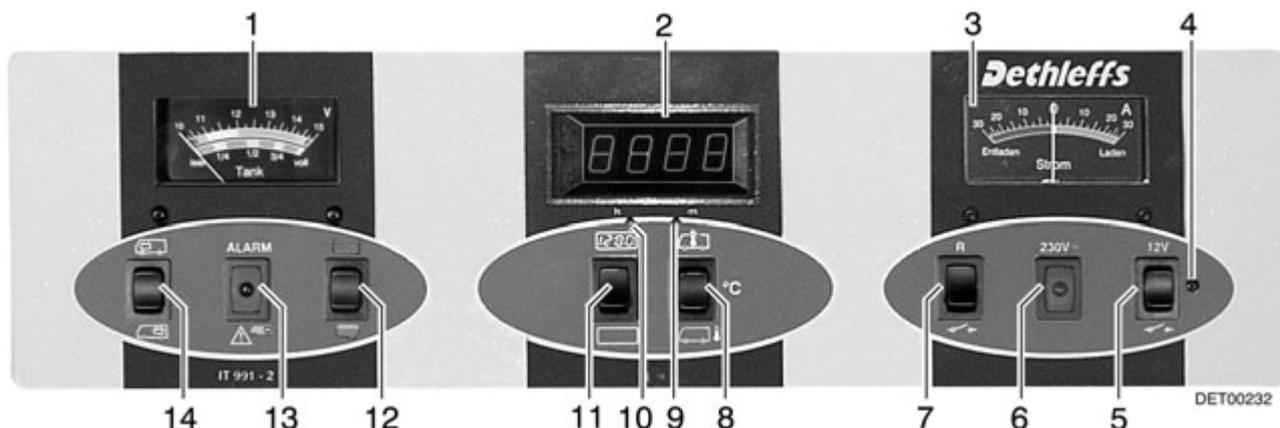

Fig. 116 Panneau de contrôle (variante 2)
Observer sur l'indicateur de charge/de niveau de réservoir (Fig. 116,1), la graduation supérieure. L'indicateur s'éclaire automatiquement dès qu'un commutateur est actionné.
- Commutateur à bascule (Fig. 116,14) vers le haut "🚐" : la tension de la batterie de démarrage est affichée.
- Commutateur à bascule (Fig. 116,14) vers le bas "🚐" : la tension de la batterie de cellule est affichée.
Le voyant rouge ALARME (Fig. 116,13) clignote dès que la charge de la batterie de cellule descend en dessous de 11,0 V et que la batterie risque d'être complètement déchargée.
Observer sur l'indicateur de charge/de niveau de réservoir (Fig. 116,1) la graduation inférieure. L'indicateur s'éclaire automatiquement dès qu'un commutateur est actionné.
- Commutateur à bascule (Fig. 116,12) vers le haut  : le niveau du réservoir d'eau est affiché.
- Commutateur à bascule (Fig. 116,12) vers le bas  : le niveau du réservoir d'eaux usées est affiché.
Cet indicateur (Fig. 116,3) permet de visualiser en permanence le flux de courant actuel de la batterie. L'indicateur s'éclaire automatiquement dès qu'un commutateur est actionné.
L'interrupteur principal 12 V (Fig. 116,5) établit ou coupe l'alimentation 12 V de la cellule.
- Commutateur à bascule (Fig. 116,5) vers le haut "12 V" : l'alimentation 12 V de la cellule est assurée. Le voyant de contrôle vert (Fig. 116,4) s'allume.
- Commutateur à bascule (Fig. 116,5) vers le bas "☐" : l'alimentation 12 V de la cellule est coupée. Le voyant de contrôle (Fig. 116,4) s'éteint.
Le voyant de contrôle 12 V (Fig. 116,4) s'allume dès que l'interrupteur principal 12 V (Fig. 116,5) est enclenché.
Le voyant jaune de contrôle 230 V (Fig. 116,6) s'allume si l'arrivée du bloc électrique est sous tension de réseau.
- Commutateur à bascule (Fig. 116,11) vers le haut "12:00" : l'affichage de l'horloge numérique est activé. L'affichage de température est en ordre de marche.
- Commutateur à bascule (Fig. 116,11) vers le bas "☐" : l'affichage de l'horloge numérique et l'affichage de température sont désactivés.
- Appuyer avec un objet fin, p. ex. l'extrémité d'un stylo à bille, sur l'orifice pour l'affichage des heures (Fig. 116,10), jusqu'à ce que l'indication des heures souhaitée s'affiche.
- Appuyer avec un objet fin, p. ex. l'extrémité d'un stylo à bille, sur l'orifice pour l'affichage des minutes (Fig. 116,9), jusqu'à ce que l'indication des minutes souhaitée s'affiche.
- Commutateur à bascule °C (Fig. 116,8) vers le haut "🚐" : la température intérieure s'affiche.
- Commutateur à bascule °C (Fig. 116,8) vers le bas "🚐" : la température extérieure s'affiche.
Le bloc électrique contient un module de chargement de batterie, l'ensemble de la distribution, la protection par fusibles des circuits à 12 V, un module de contrôle de batterie ainsi que d'autres fonctions de commande et de surveillance. Le bloc électrique travaille uniquement en liaison avec le panneau de contrôle (Fig. 115 ou Fig. 116).
- Si nécessaire, rallumer pour un bref moment l'alimentation 12 V pour le fonctionnement à l'aide de l'interrupteur principal 12 V (Fig. 115,1 ou Fig. 116,5). Toutefois, cela n'est possible que lorsque la tension de batterie redevient supérieure à 11,0 V. Si la tension de batterie est inférieure, l'alimentation 12 V pourra être rétablie uniquement lorsque la batterie de cellule aura été rechargée.